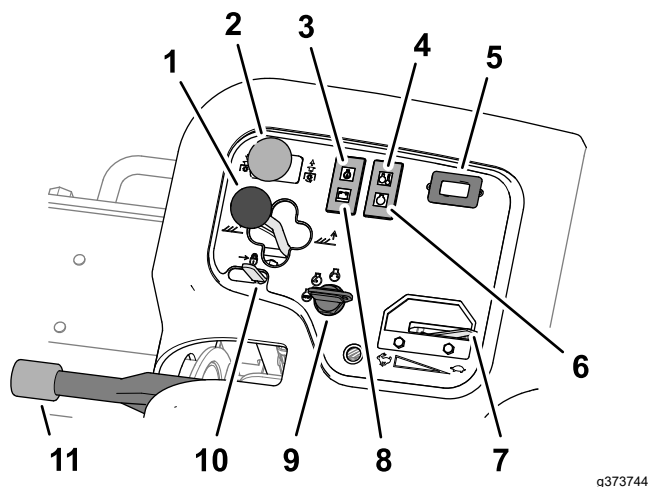

Figura 41
- Para bajar las unidades de corte al suelo, presione hacia delante la palanca de desplazamiento de la unidad de corte a la posición de BAJAR (Figura 41).
El interruptor de transmisión de las unidades de corte (Figura 41) tiene dos posiciones: ENGRANAR y DESENGRANAR. El interruptor basculante acciona una válvula de solenoide del banco de válvulas para accionar las unidades de corte.
El indicador de presión del aceite (Figura 41) se enciende si la presión de aceite del motor cae por debajo de un nivel seguro.
El indicador de advertencia de temperatura (Figura 41) se enciende si la temperatura del refrigerante del motor es alta. A esta temperatura, las unidades de corte se apagan. Si la temperatura del refrigerante aumenta otros 5,5 °C, el motor se apaga para evitar daños mayores.
El contador de horas (Figura 41) muestra el número total de horas de operación de la máquina. El contador de horas empieza a funcionar cuando el interruptor de encendido se mueve a Conectado.
El indicador de la bujía (Figura 41) se ilumina cuando las bujías están encendidas.
Mueva el acelerador (Figura 41) hacia adelante para aumentar la velocidad del motor, y hacia atrás para reducir la velocidad.
La luz del alternador (Figura 41) se apaga cuando el motor está en marcha. Si la luz del alternador se ilumina cuando el motor está en marcha, compruebe el sistema de carga y repárelo si es necesario.
Utilice el interruptor de encendido (Figura 41) para poner en marcha el motor y las luces. El interruptor de encendido tiene 3 posiciones:
Mueva el bloqueo de la palanca de elevación (Figura 41) hacia atrás para impedir que descendan las unidades de corte.
Cada vez que se apaga el motor, ponga el freno de estacionamiento (Figura 41) para evitar que la máquina se desplace accidentalmente. Para accionar el freno de estacionamiento, tire de la palanca hacia arriba y, para quitarlo, presione la palanca hacia abajo.